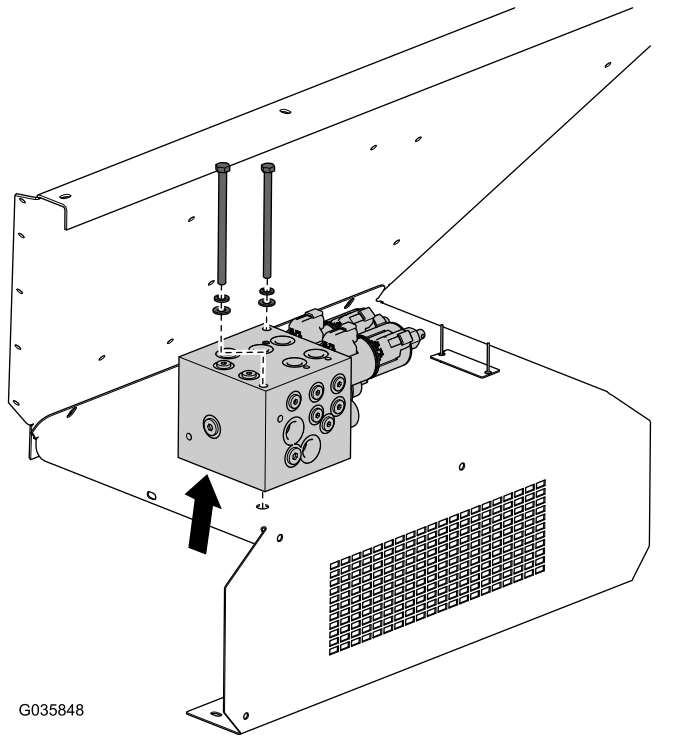

Figure 5
1. Retirez les boulons et les rondelles du bloc collecteur et conservez-les pour la repose (Figure 5).
3. Soulevez le collecteur au-dessus de la protection de rinçage juste assez pour déposer la protection existante (Figure 5).